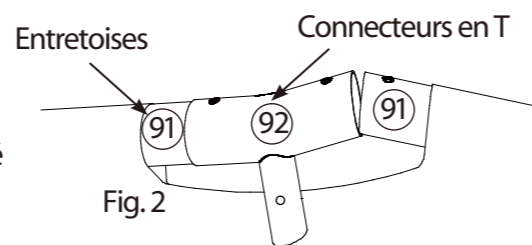
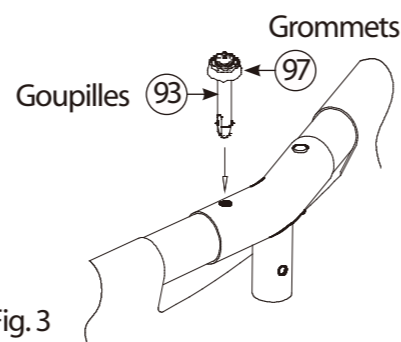

Fig. 2
Fig. 3
C. À la dernière connexion, installez le dernier Raccord-Té sur l'extrémité d'une poutre. Soulevez les deux dernières Poutres pour former un angle entre elles qui facilitera l'introduction de leur extrémité dans le Raccord-Té en abaissant les deux poutres ensemble. Fig. 2. Cette opération peut nécessiter deux personnes. Maintenant commencez à placer les Goupilles (93) / OEillet (97) par le haut des Raccords-Té jusqu'à ce que chaque Goupille s'enclenche en place dans le Raccord-Té, comme dans Fig. 3.